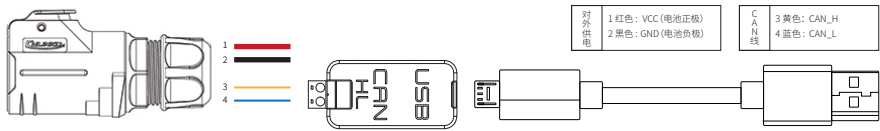

图3.4 CAN线连接示意图
- 将CAN_TO_USB连接至笔记本的usb口。连接示意图如图3.4所示。